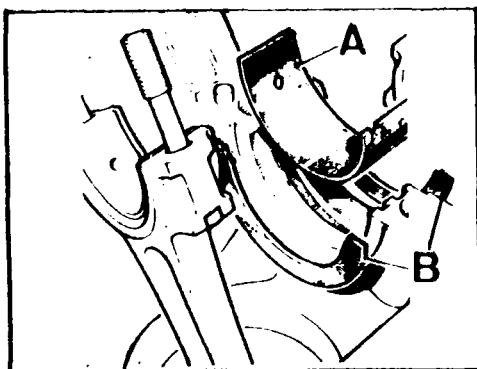
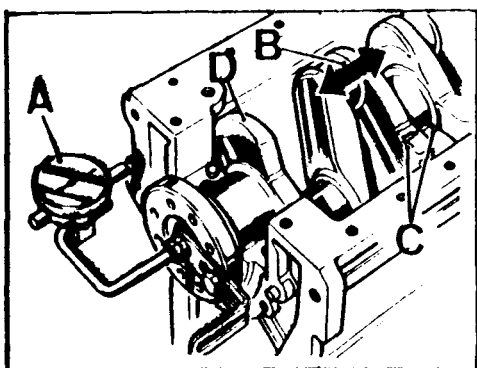

Fig. A1-110 Desmontaje de semicojinetes superiores y arandelas de empuje
Fig. A1-111 Comprobación del juego - longitudinal del cigueñal
- 1.6. Retirar el cigueñal, los semicojinetes superiores, A (Fig. A1-110) y las arandelas de empuje, B, situadas una a cada lado del cojinete central.
- 2.3. Situar las arandelas de empuje, B (Fig. A1-110) a cada lado del cojinete central. Limpiar perfectamente las muñequillas y muñones del cigueñal, así como los semicojinetes y lubricarlos abundantemente con aceite del motor.
- 2.4. Montar el cigueñal e instalar en su brida un comparador de reloj, A (Fig. A1-111) por medio del soporte, 530106. Medir el juego longitudinal que deberá ser de 0,05 a 0,15 mm. Si no fuera así corregir por medio de las arandelas de empuje, B (Fig. A1-110).